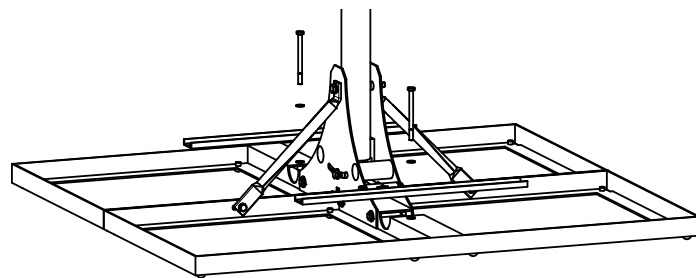

Abb. 6: Schienen zur Sicherung der Betonplatten befestigen
- Die zwei Schienen zur Sicherung der Betonplatten auf beiden Seiten mit den Schrauben M8 x 50 mm oder M8 x 110 mm, je nach Höhe der Betonplatten, befestigen (Abb. 6).